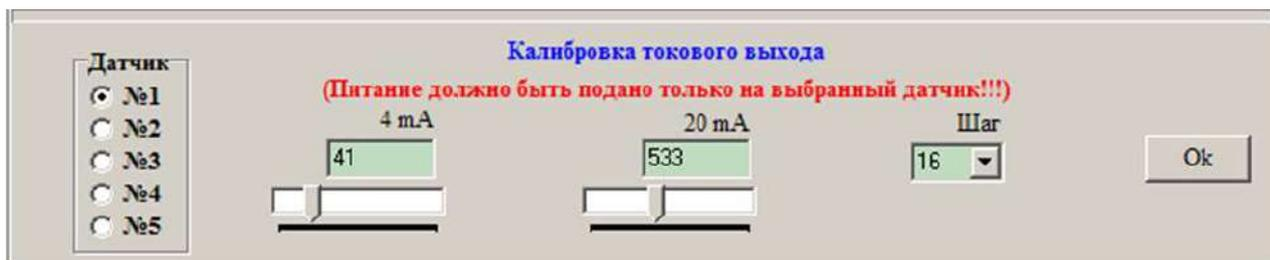

Рис.13. Калибровка токовых выходов датчиков.
15.8.1. Отключите напряжение питания от всех датчиков. Калибровка токовых выходов производится только один раз при нормальной температуре. Калибровка токовых выходов датчиков производится отдельно для каждого датчика и заключается в выставлении с помощью ползунковых регуляторов в нижней области главного окна требуемого выходного тока (4 и 20 мА), который контролируется миллиамперметром. Значение 12-разрядного кода внутреннего цифро-аналогового преобразователя (ЦАП) датчика индицируется в окнах над регуляторами. Перемещать движки регуляторов можно с помощью мышки или клавиш PgUp, PgDn. Дискретность изменения кода (выходного тока) можно изменить с помощью окна выбора «Шаг». Шаг равен 1 при использовании клавиш «↓» и «↑». Слева от ползунковых регуляторов расположен переключатель выбора датчика (см. рис.13).